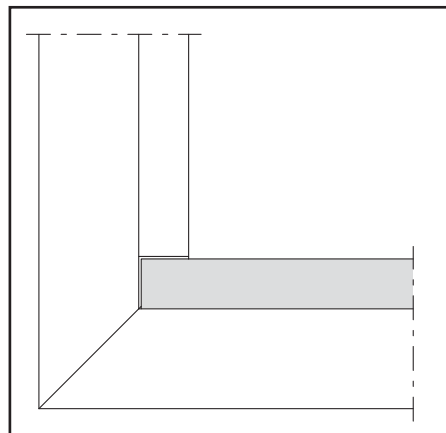
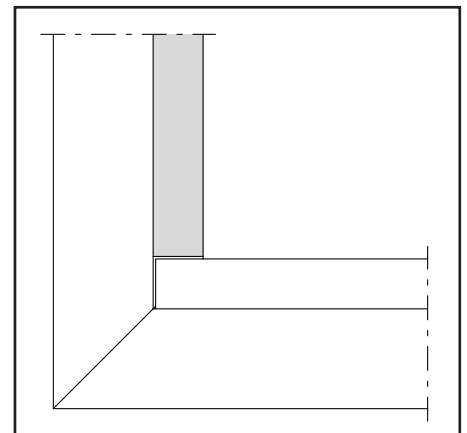

Abb. 5 / Fig. 5 / Fig. 5
Abb. 6 / Fig. 6 / Fig. 6
(Abb. 5/6)**
Damit die Glasleisten im Brandfall dilatieren können, müssen sie auf Untermass zugeschnitten werden. Die horizontalen Glasleisten (Abb. 5) werden durchgeführt, die vertikalen Glasleisten (Abb. 6) dazwischengesetzt.
**Coupe des parcloses (Fig. 5/6)**
Afin de permettre la dilatation des parcloses en cas d'incendie, il faut les couper à une dimension inférieure à la coté prescrite. Les parcloses horizontales (fig. 5) sont posées en continu, les parcloses verticales (fig. 6) sont intercalées.
**Cutting glazing beads to size (fig. 5/6)**
The glazing beads must be cut to a dimension smaller than specified to allow for expansion in the event of fire. The horizontal glazing beads (fig. 5) are laid in a continuous strip, the vertical ones are positioned between them (fig. 6).